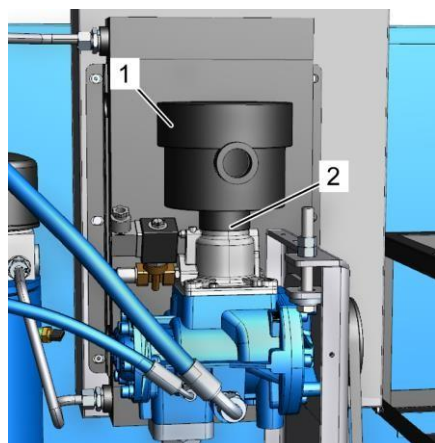

Рис. 50: Отсоединение хомутка приемного фильтра
4. Отсоедините хомутку приемного фильтра (Рис. 50/2).
5. Извлеките старый приемный фильтр (Рис. 50/1).
6. Установите новый приемный фильтр (Рис. 50/1).
7. Затяните хомутку приемного фильтра (Рис. 50/2). ↪ Приложение В «Моменты затяжки винтов» на странице 153